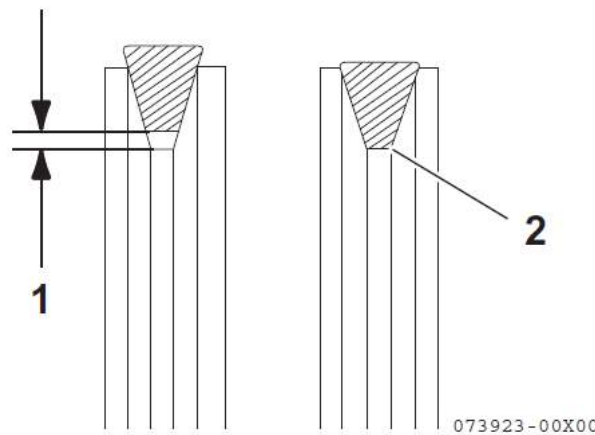

Рисунок 37
- Закрепить клинообразный ремень в положении, при котором установилось требуемое натяжение ремня. Между клинообразным ремнем и дном желобка шкива должен быть зазор (Рисунок 37 (1)). Если зазор (Рисунок 37 (2)) между клинообразным ремнем и дном желобка шкива отсутствует, следует заменить клинообразный ремень.